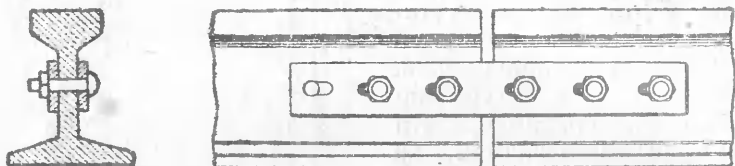

Рис. 126. Отверстия для болтов у стыков рельсов делаются продолговатыми.
2. Почему отверстия для болтов у стыков рельсов делаются продолговатыми (рис. 126)?